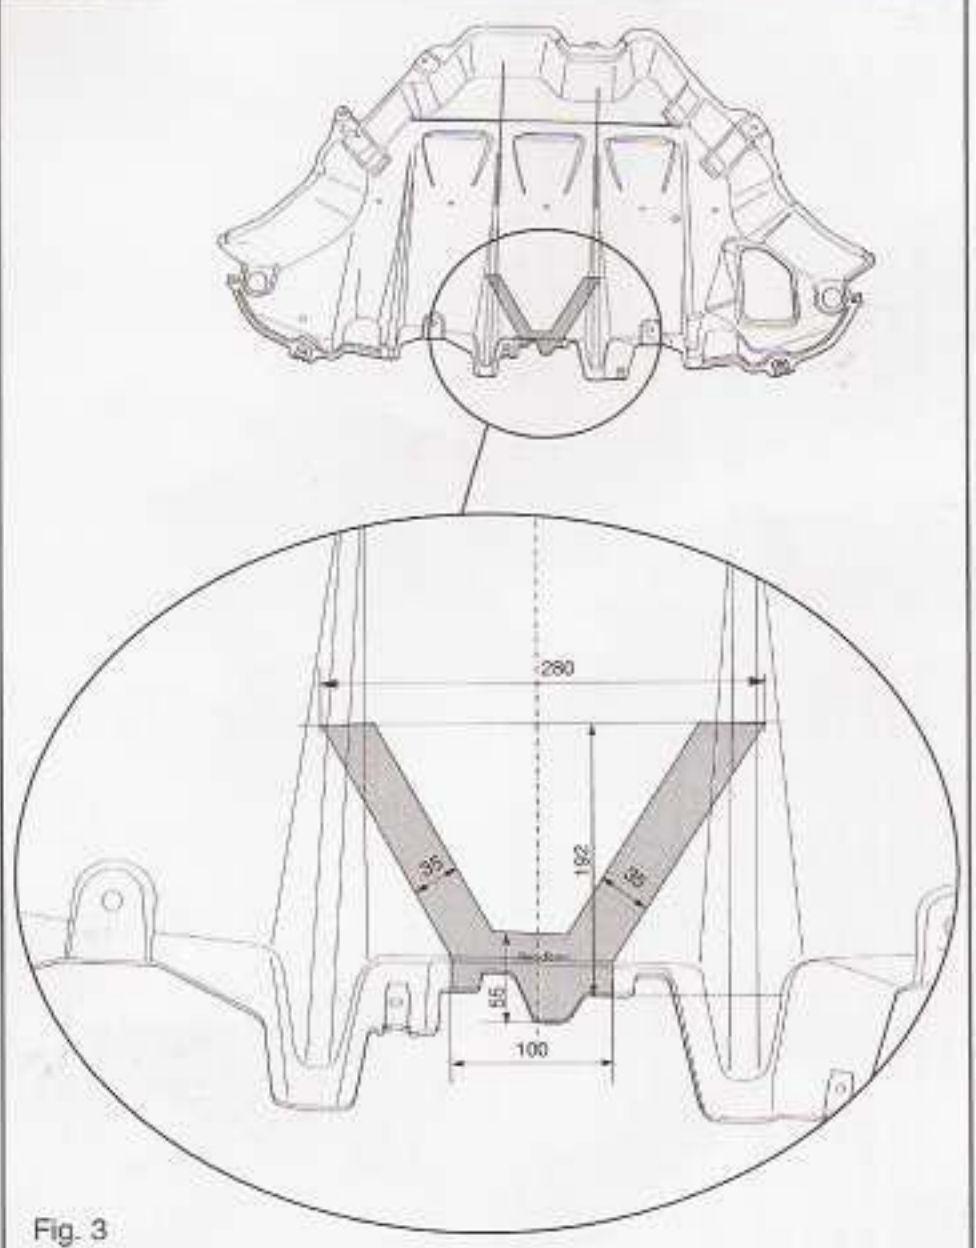

Fig. 3
13. Scier au centre de la baquet de protection en plastique une partie correspondant à la figure 3.
13. Auf der Unterseite der Kunststoff-Schutzablage einen Teil aus der Mitte gemäß Abbildung 3 herausschneiden.